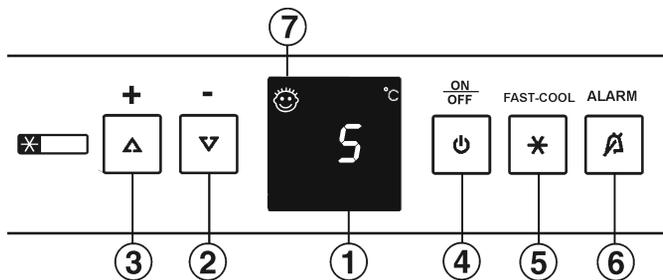

Fig. 2
- ▶ Taste On/Off Fig. 2 (4) drücken.
- ▶ Einstellmodus aktivieren: Taste Fast-Cool Fig. 2 (5) ca. 5 s drücken.
- ▶ Mit Einstelltaste “+” Fig. 2 (3) und Einstelltaste “-” Fig. 2 (2) h wählen.
- ▶ Bestätigen: Taste Fast-Cool Fig. 2 (5) kurz drücken.
- ▶ Anzeige heller einstellen: Einstelltaste “+” Fig. 2 (3) drücken.
- ▶ Anzeige dunkler einstellen: Einstelltaste “-” Fig. 2 (2) drücken.
- ▶ Bestätigen: Taste Fast-Cool Fig. 2 (5) drücken.
- ▶ Einstellmodus deaktivieren: Taste On/Off Fig. 2 (4) drücken.